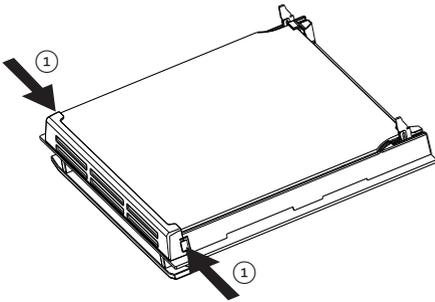

Fig. 10.20
- Presione las lengüetas de retención a ambos lados de la puerta y retire completamente el tope del cristal (fig. 10.20, 10.21).